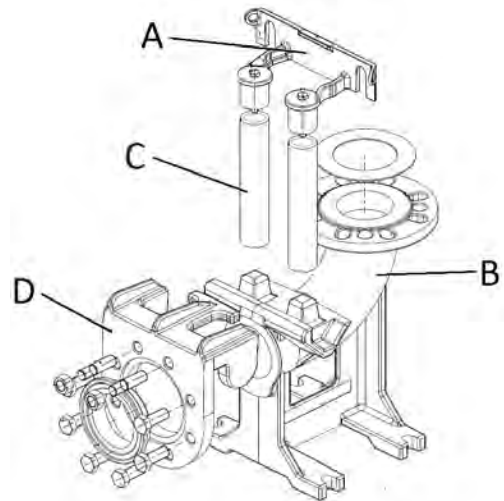

Fig. 5
- Fijar la abrazadera (soporte) de fijación de los tubos (fig. 5 - posición A) guía en el borde del depósito.
- Posicionar en el fondo del pozo el pie de apoyo para el acoplamiento automático (fig. 5 - pos. B) y controlar, mediante el uso del plomo, que las salientes cónicas usadas para la inserción de los tubos guía se encuentren en una posición totalmente perpendicular con respecto a las correspondientes salientes del soporte de fijación del borde del depósito. Verificar también el nivel plano mediante el empleo de un nivel de burbuja.
- Marcar la posición de los ojales presentes en el pie de soporte, luego medir la longitud exacta de los tubos de guía (fig. 5 - pos. C).
- Instalar la brida especial (fig. 5 - pos. D) corrediza-guía en la boca de impulsión de la bomba y enganchar la cuerda o cadena en la manija u ojal colocados en la parte superior del cuerpo.